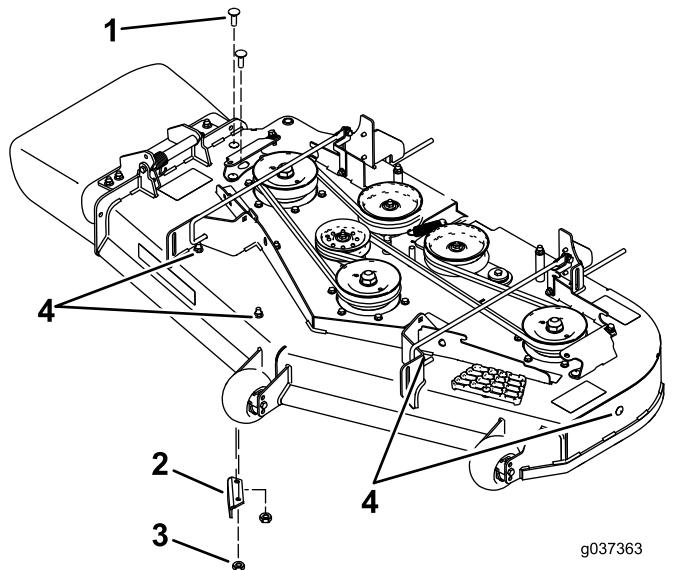

Figura 1
1. Retire as porcas flangeadas que seguram o abafador no lugar (Figura 1).
2. Retire os parafusos que seguram o abafador no lugar (Figura 1).
3. Retire o abafador e substitua as porcas e os parafusos nos orifícios para o abafador (Figura 1).
4. Retire as ferragens, como se mostra na Figura 1. Guarde as ferragens.